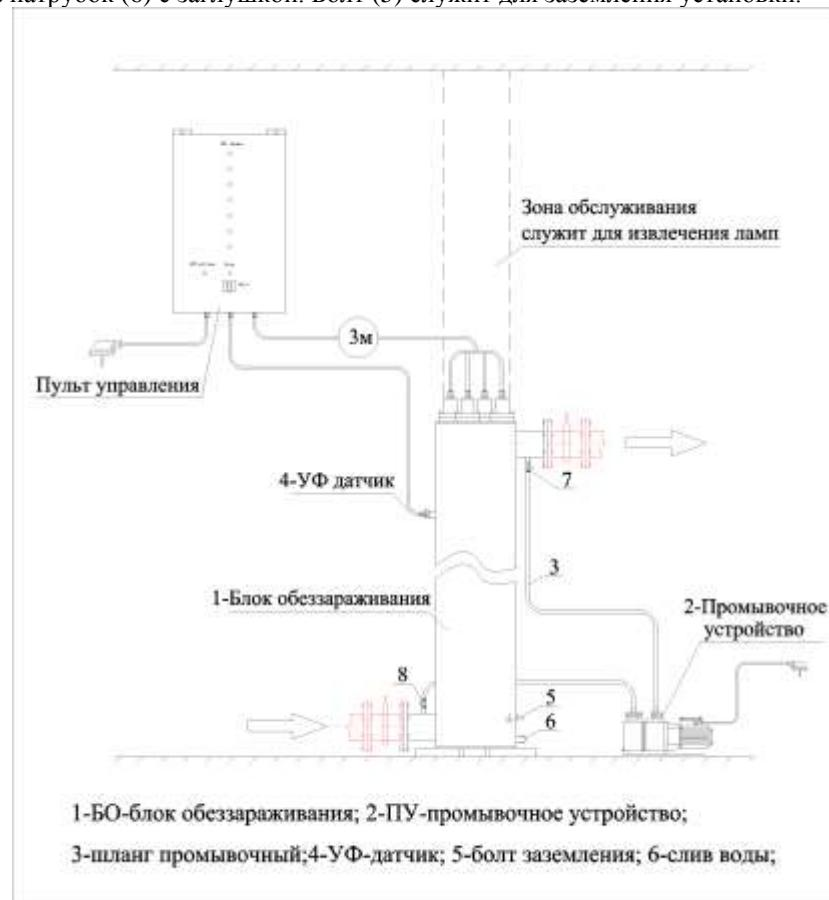

Рис. 1 Общий вид установки типа «ОДВ»
4.3. Вид шкафа управления (ШУ) показан на рис.1. На двери ШУ размещены: